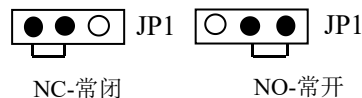

图 2：继电器触点输出方式设定
探测器报警输出可设置为继电器无源常开或常闭两种方式，设置方法是可通过探测器内部 PCB 上 JP1 跳线器进行选择（见图 2）。出厂默认设置为常开输出。
4. 安装：探测器与底座上有定位标志（见图 2），使探测器具有唯一的安装位置。定位底座 A、B 处有两个凸棱，探测器外壳侧面有一个凸棱。装配时，将探测器凸棱对准定位底座 B 处，顺时针从 B 旋转至 A 处即可安装好探测器。